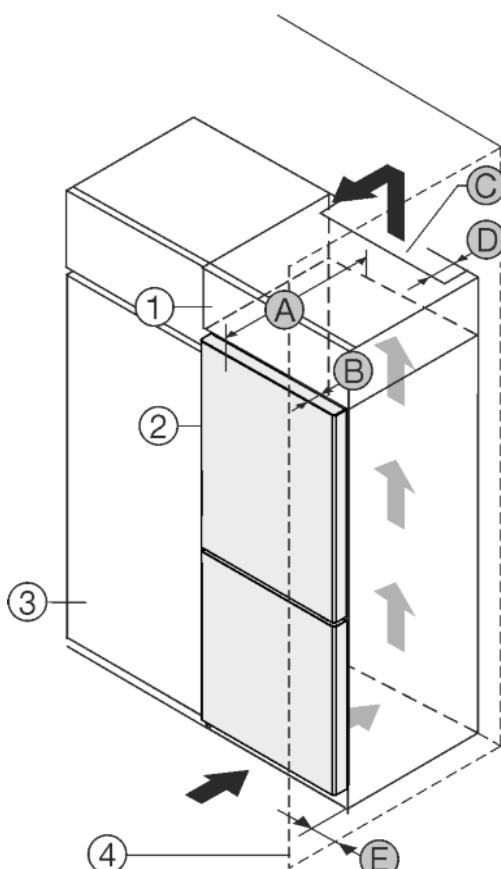

Fig. 45
Устройство может быть окружено кухонными шкафами. Чтобы уравнять устройство Fig. 45 (2) по высоте с кухонной стенкой, можно установить над устройством дополнительный шкафчик Fig. 45 (1).
Установить устройство можно непосредственно рядом с кухонным шкафом Fig. 45 (3). Чтобы можно было полностью открыть двери, устройство должно выступать на глубину Fig. 45 (B) относительно передней стенки кухонного шкафа. В зависимости от глубины кухонных шкафов и использования пристенных распорок устройство может выступать и больше.
- На задней стенке дополнительного шкафчика должен быть вентиляционный канал с глубиной Fig. 45 (D) по всей ширине этого шкафа.
- Нужно соблюдать вентиляционное отверстие Fig. 45 (C) под нижней панелью.
Если устройство установлено на шарнирах у стены Fig. 45 (4), то нужно соблюдать расстояние Fig. 45 (E) между устройством и стеной.